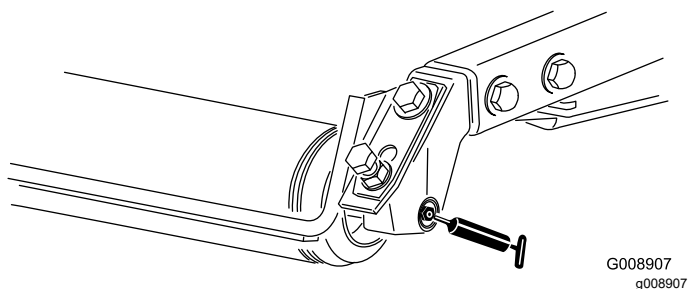

Figura 48
- Rolamentos do cilindro traseiro (2 por cada unidade de corte) – Figura 48